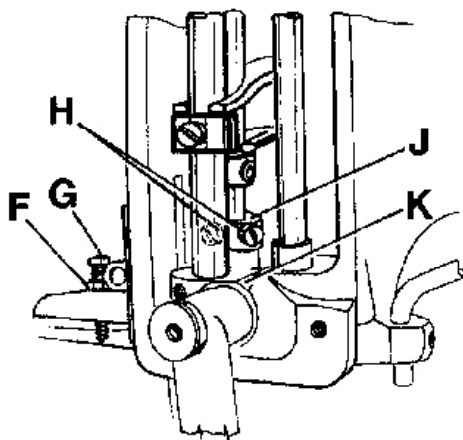

Fig. 18
For setting the small gap between the feed dogs loosen nut (F, Fig. 18). Turning in screw (G) increases the gap, turning it out decreases the gap. Retighten nut (F).
Zum Einstellen des Luftspalts zwischen den Transporteuren lösen Sie die Mutter (F, Fig. 18). Eindrehen der Schraube (G) vergrößert den Luftspalt, Herausdrehen verkleinert ihn. Ziehen Sie die Mutter (F) wieder an.
For adjustment loosen the two screws (H, Fig. 18) and raise the supporting yoke (J) when the upper feed dog should lift more, or lower it when it should lift less. Retighten screws (H).
Zum Einstellen lösen Sie die beiden Schrauben (H, Fig. 18) und stellen das Stützlager (J) höher, wenn der Obertransporteur mehr oder tiefer, wenn er weniger abheben soll. Ziehen Sie die Schrauben (H) wieder an.